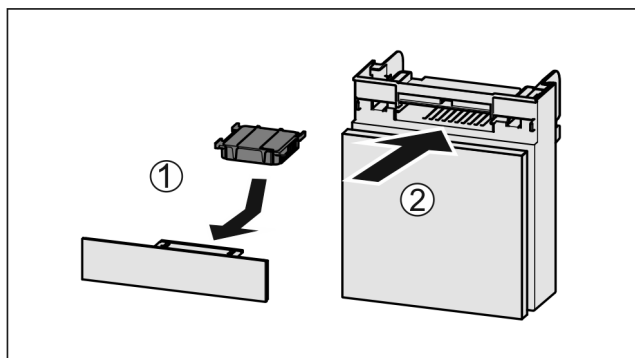

Fig. 173
- Sett inn Fig. 173 (1) aktivkullfilteret etter figuren.
- Skyv inn Fig. 173 (2) hyllen.